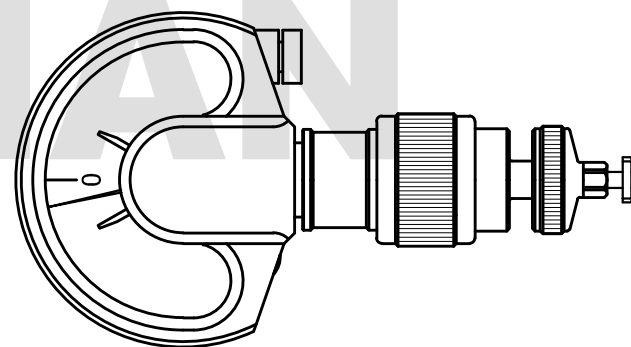

图3
7. 将被测件与界面表头如图3所示旋紧, 读取表面测试指针所指数据, 即为该界面实测数据。